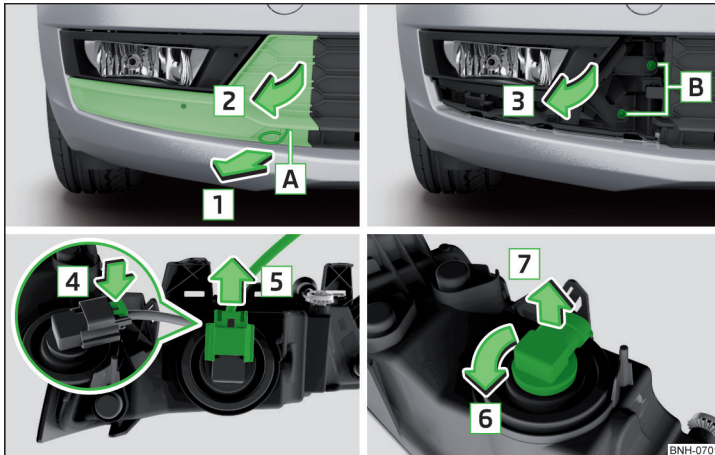

Abb. 276 Nebelscheinwerfer herausnehmen / Glühlampe wechseln
- › In die Öffnung **A** » Abb. 276 den Bügel zum Abziehen der Radvollblenden einführen.
- › Den Nebelscheinwerfer entgegen der Pfeilrichtung **3** » Abb. 276 einsetzen und festschrauben.